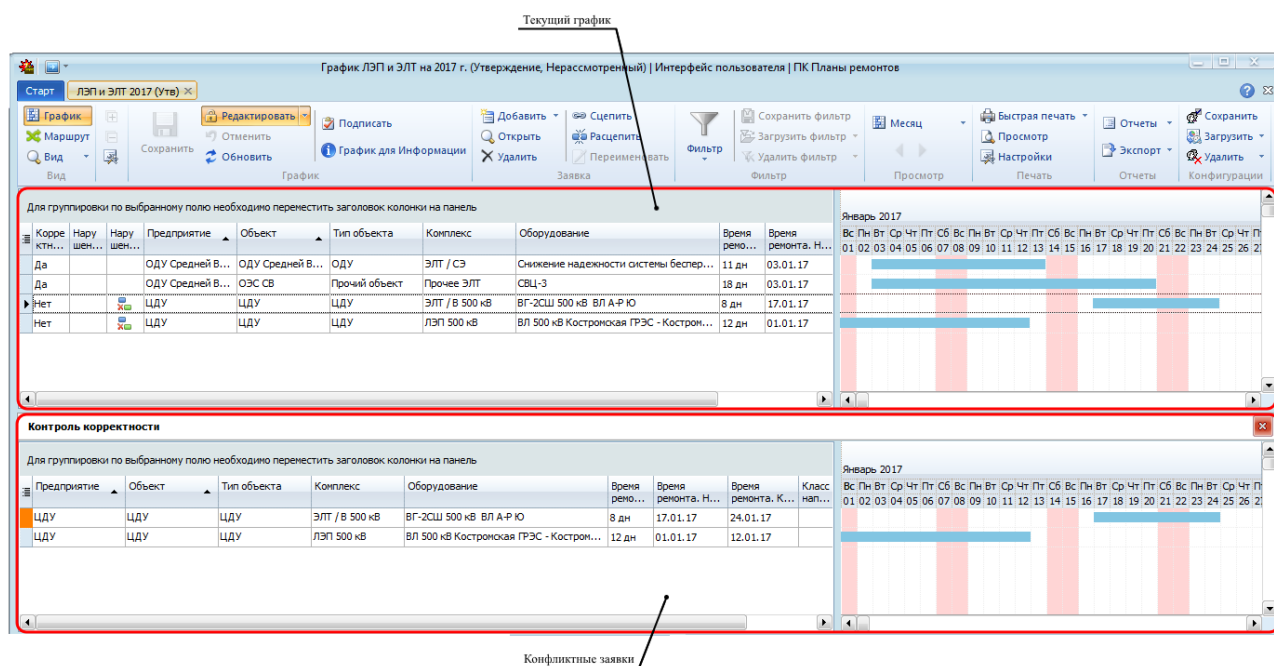

Рисунок 10.34 – Режим просмотра графика «Контроль корректности»
- **«Контроль корректности»**. Данный режим необходим для проверки графика на корректность: контроль несовместимости ремонтов и контроль нарушения совместимости ремонтов (Рисунок 10.34) (см. раздел «10.10 Контроль корректности графика»). Включение режима осуществляется выбором пункта «Контроль корректности» из раскрывающегося списка по